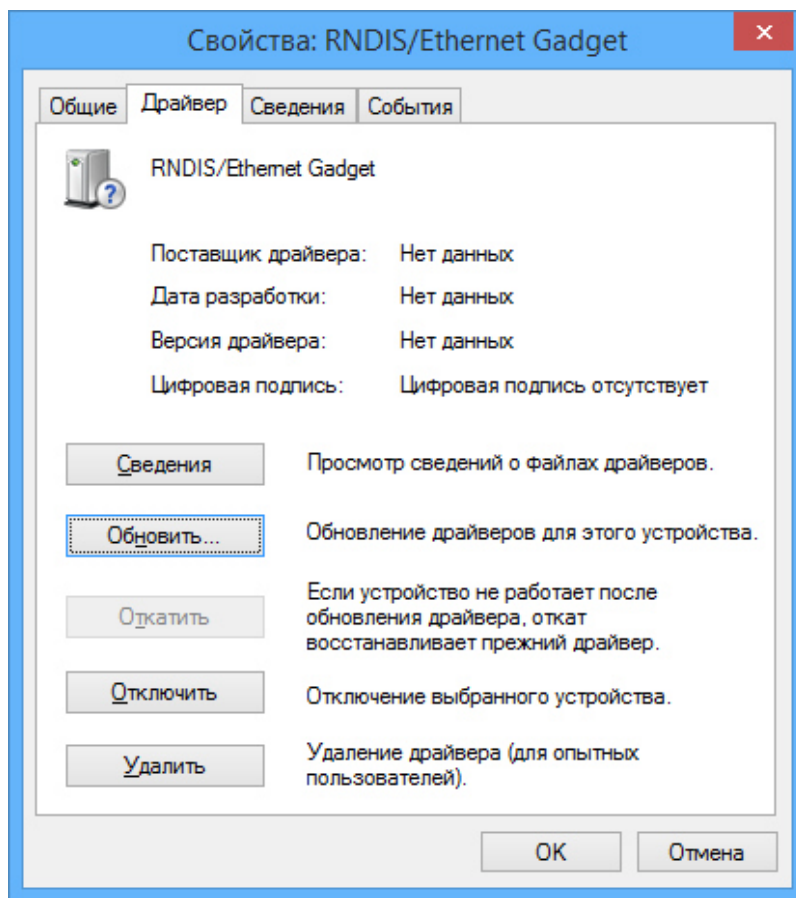

Рисунок 2.4 – Информация о драйвере «*RNDIS/Ethernet Gadget*»
4. Откройте свойства «*RNDIS/Ethernet Gadget*» и во вкладке «*Общие*» или «*Драйвер*» нажмите кнопку «**Обновить...**» (рисунок 2.4).